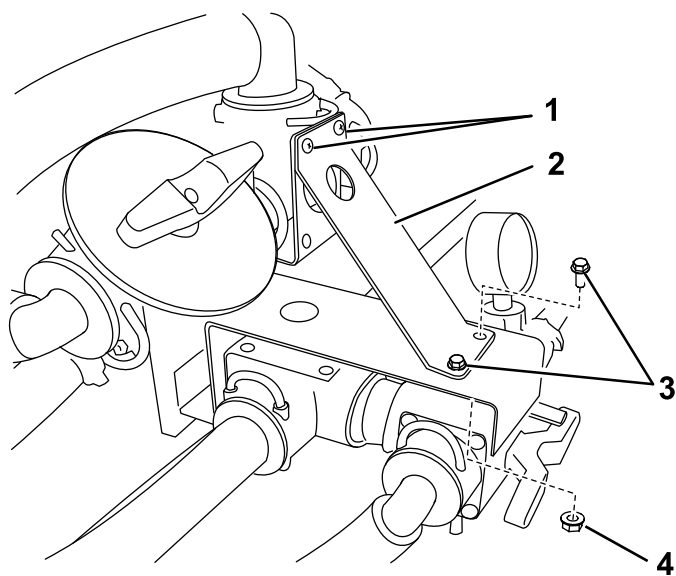

Figura 9
- Su un sistema di irrorazione Workman (Figura 9), rimuovete le 2 viti che fissano il raccordo a T superiore e montate la staffa di sostegno con le viti, 2 bulloni a testa flangiata (1/4 x 3/4 poll.) e 2 dadi flangiati (1/4 poll.).